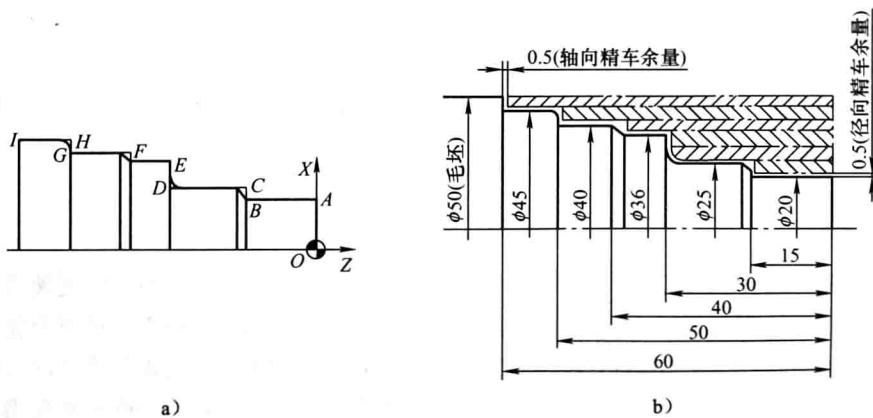

图 1-5 带圆角阶梯轴的编程
(1) 建立工件坐标系 如图 1-5 所示，对于卧式数控车床，工件原点通常设在工件的右端面中心上，编程、对刀比较方便。